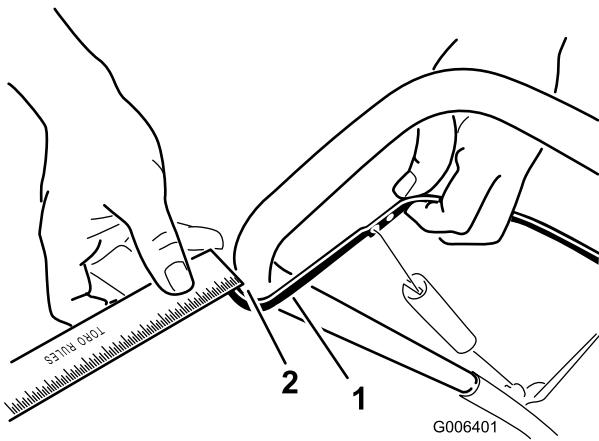

Figure 21
Rapprochez la barre de commande du guidon pour tendre le câble de commande (Figure 21).
**Remarque:** Vérifiez que la barre de commande et le guidon sont espacés de 2 à 3 mm (1/16 à 1/8") (Figure 21).
- Accrochez le raccord en Z à un trou plus haut ou plus bas sur la biellette de réglage de manière à obtenir un écart de 2 à 3 mm (1/16 à 1/18") entre la barre de commande et le guidon (Figure 21).